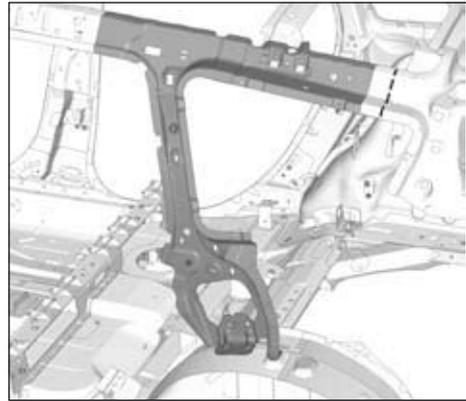

FIG.78
- Respecter les lignes de coupe (Fig.78).